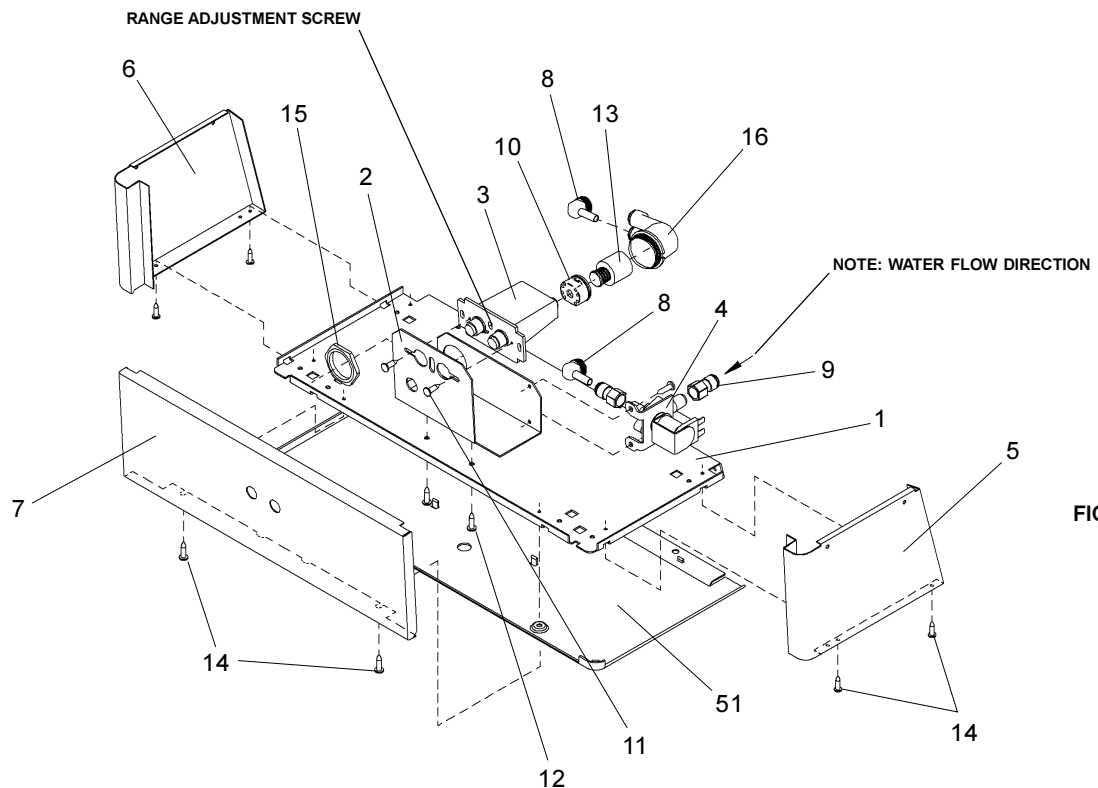

FIG. 3
See Fig. 3 (on page 3) for
- Using a small tip screwdriver, rotate range adjustment screw clockwise to increase range and counter-clockwise to decrease range. (See Fig. 3).
- À l'aide d'un petit tournevis, vissez la vis de réglage de la plage dans le sens des aiguilles d'une montre pour l'augmenter ou dans le sens contraire des aiguilles d'une montre pour la diminuer. (Voir fig. 3).